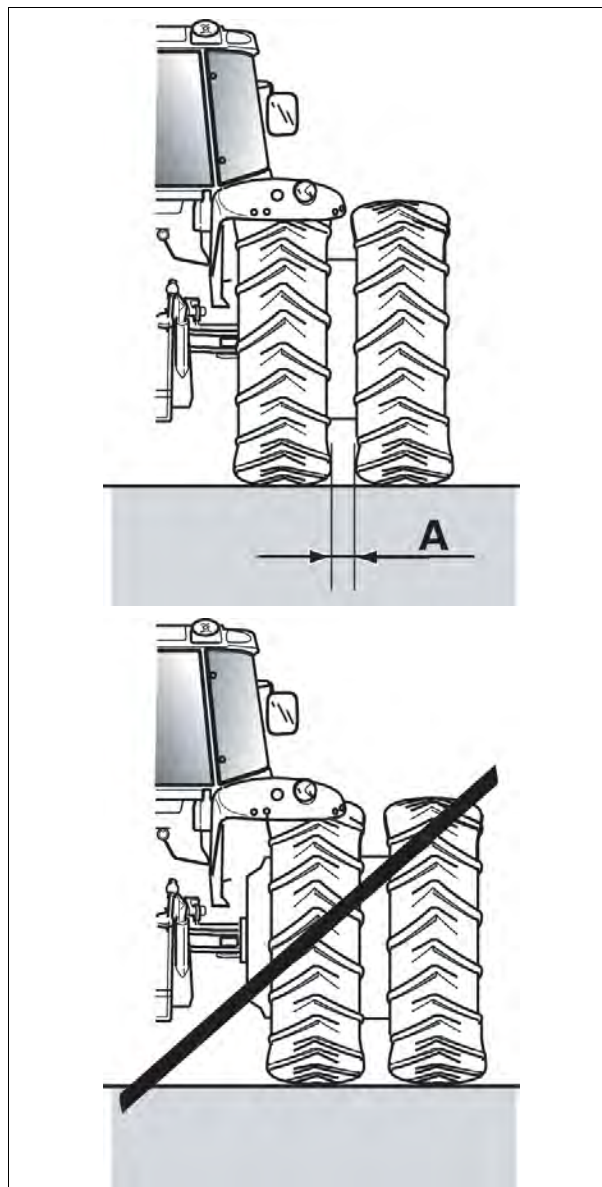

Рис. 7.
- Настройте минимальную ширину колеи для внутренних колес рис. 7.